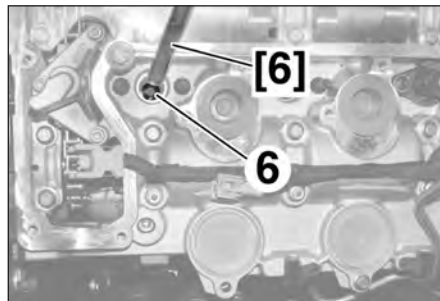

FIG.52
- Desserrer l'outil [6] de quelques tours (Fig.52).
- Poser l'outil [6] sur le joint cuivre (6) dans le puits d'injecteur.
- Serrer à fond la vis de l'outil [6] pour bloquer le joint cuivre (6).